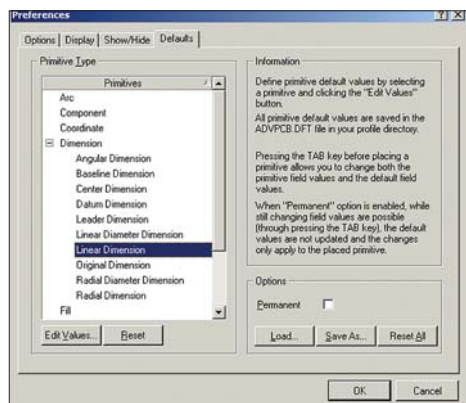
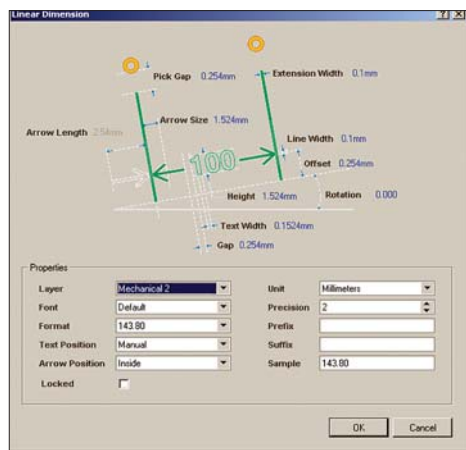

Рис. 13. Вкладка настройки параметров объектов по умолчанию
Рис. 14. Настройка параметров обозначения линейного размера
7. Выполним двойной щелчок левой кнопкой мыши на строке Linear Dimension (рис. 13). Откроется окно редактирования параметров обозначения линейного размера Linear Dimension (рис. 14). Большинство настроек здесь очевидны и не требуют пояснения.